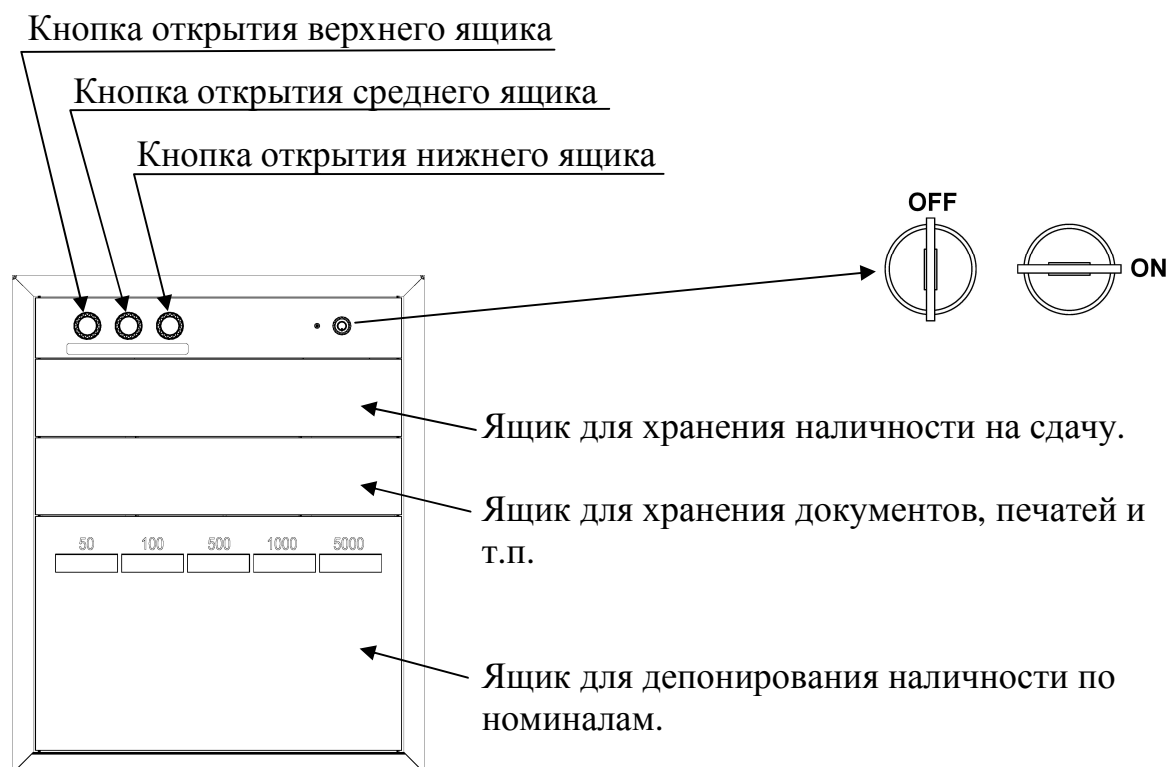

Рис.5 Расположение элементов управления.
1. Запуск работы осуществляется поворотом ключа активации питания в положение «ON». См. Рис.5